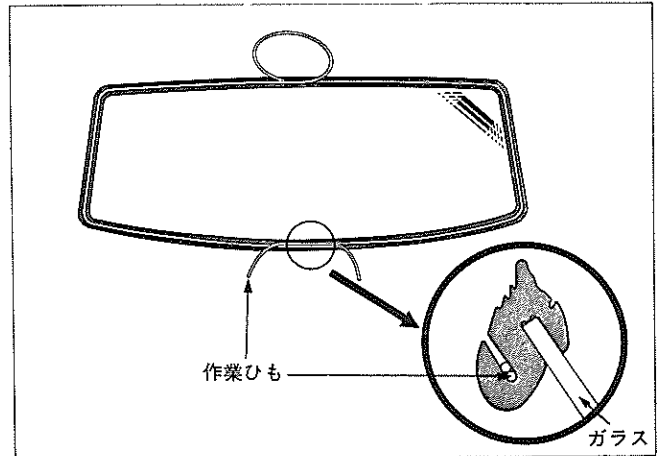

図15-1-47 作業ひも取り付け
- (3) 作業ひもを図 15-1-47 のように、ウェザストリップに巻き付ける。